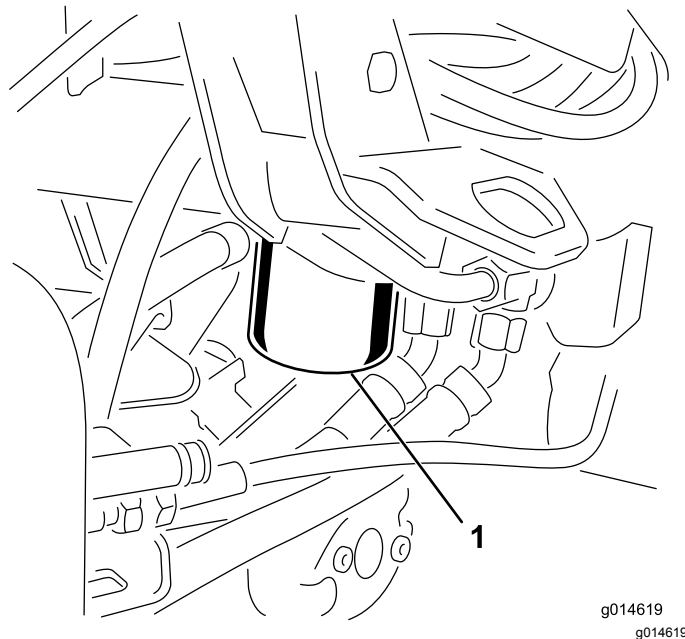

图54
1. 清洁过滤器安装区周围的区域图54。在过滤器下面放置一个放油盘并拆下过滤器。